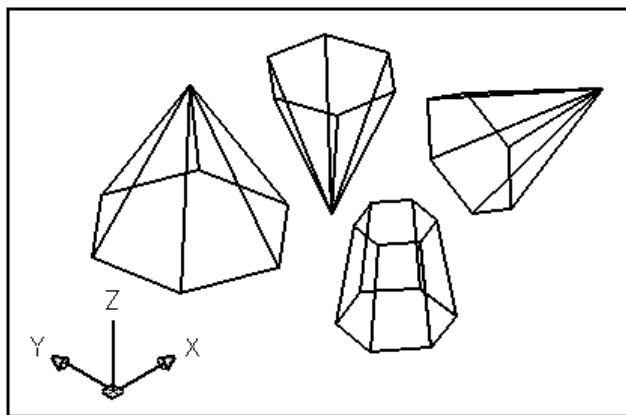

Рис. 5.9. Прямая, перевернутая, усеченная и с наклонным относительно плоскости xy пирамиды
В последнем случае получается усеченная пирамида (рис. 5.9). Для построения пирамиды используется команда **PYRAMID** (ПИРАМИДА).
- Задайте высоту пирамиды, которая может быть как положительной, так и отрицательной. В последнем случае получается перевернутая пирамида (рис. 5.9).
Как и в случае конуса, плоскость основания пирамиды может быть наклонена относительно плоскости xy текущей пользовательской системы координат (рис. 5.9).